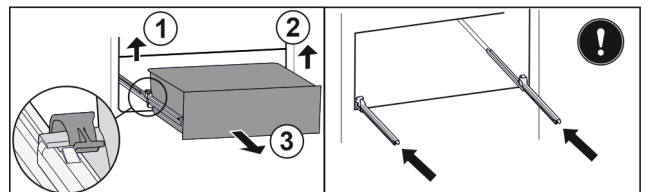

Fig. 89
- Linke Klemme anheben und gleichzeitig Schubfach links nach vorne ziehen. Fig. 89 (1)
- Rechte Klemme anheben und gleichzeitig Schubfach rechts nach vorne ziehen. Fig. 89 (2)
- Schubfach nach vorne entnehmen. Fig. 89 (3)